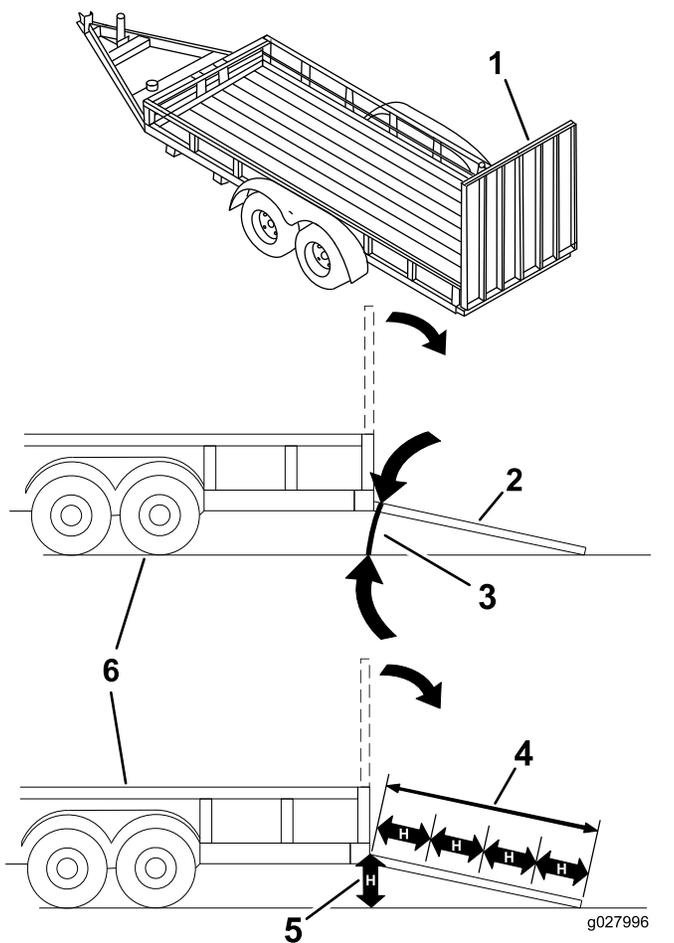

Figura 17
El cargar la máquina en un remolque o un camión aumenta la posibilidad de un vuelco y podría causar lesiones graves o la muerte (Figura 17).
3. Baje la rampa (Figura 17).
1. Baje la rampa (Figura 17).